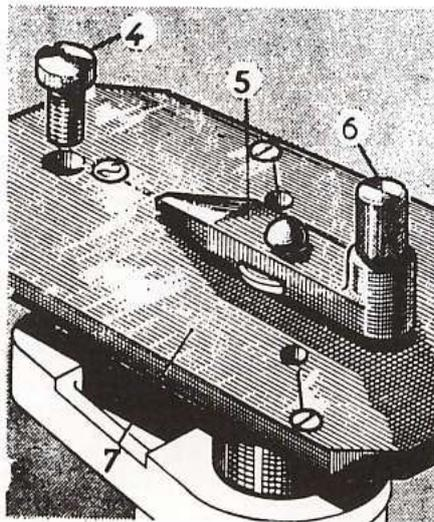

Figure 16. — Appareil pour la vérification du calage du dépresseur
- Placer l'appareil Wilmonda DEQ sur le boîtier des commandes auxiliaires (fig. 16).